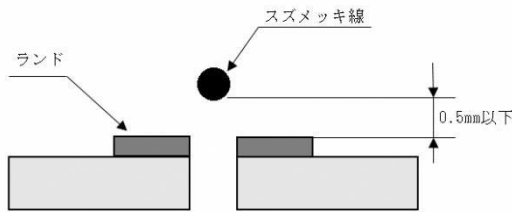

図 11 配線浮き上がり限界
(7) スズメッキ線による配線
- オ 配線は基板から浮き上がらないように直線的に行い、浮き上がりの許容差は図 11 に示すとおりとする。